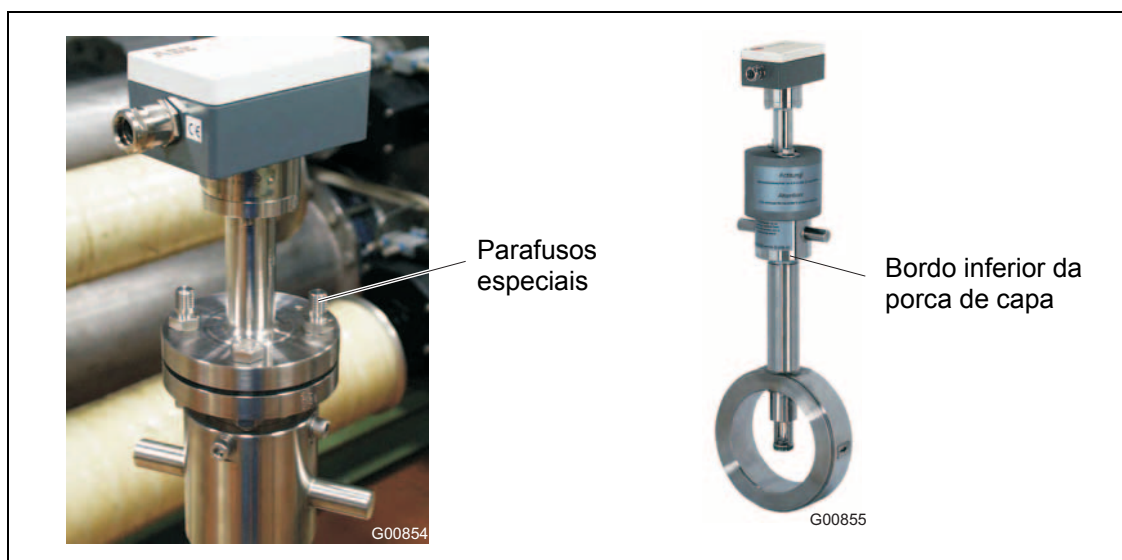

Fig. 14: Parafusos especiais para capas de protecção
- Colocar o transformador de medição no dispositivo de mudança e aparafusá-lo (montar 2 parafusos M12 e 2 parafusos especiais prolongados sempre do lado oposto - Fig. 14).
- Colocar as capas protectores nos parafusos especiais e fixá-las com as porcas (Fig. 14).
- Rodar o transformador de medição para a posição de medição através da porca de capa (Fig. 14). O bordo inferior da porca de capa deve ficar voltado para a posição do elemento sensor. Somente quando é atingida a posição de medição 50 - OPEN - MESSEN (limite inferior da porca de capa) é que os elementos de posição encontram-se no centro do tubo e podem fornecer valores exactos (vide detalhe A em Fig. 9).